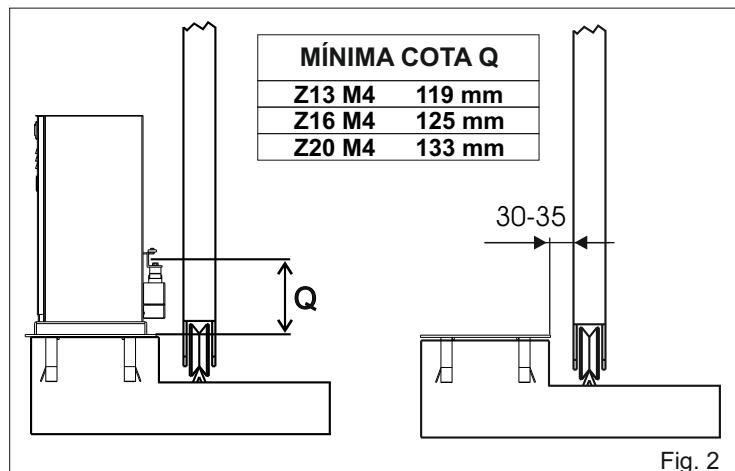
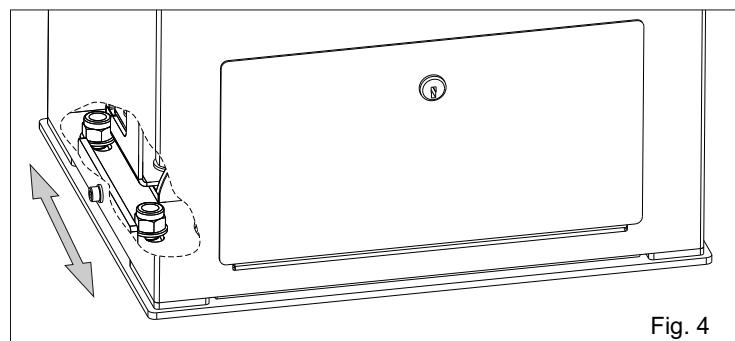

Fig. 2
Fig. 4
- 2.3. Antes de cementar la placa de anclaje asegurarse que la misma resulte perfectamente horizontal y que sea respetada la cota de 30 - 35 mm indicada en la Fig. 2.
4.1. Fijar el motorreductor a la placa de fundación regulando la posición lateral, Fig. 4, para respetar las cotas mencionadas en Fig. 2.